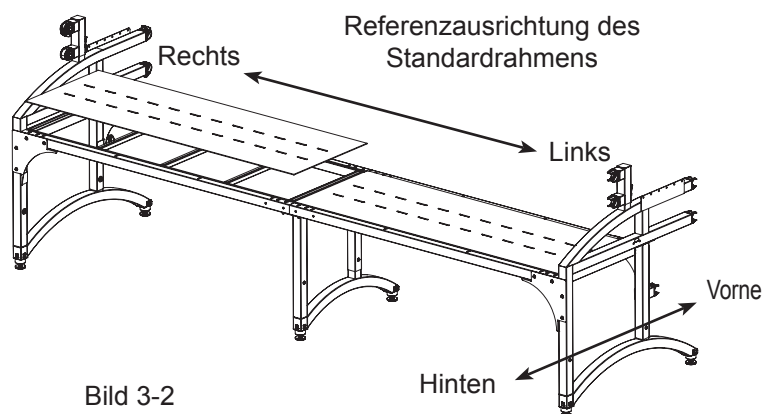

Bild 3-2
**3-2 :** Legen Sie die Tischoberflächenpanel auf die Tischkonstruktion. Richten Sie die Tischoberfläche so aus, dass beide Oberflächenseiten gleichmäßig auf der Tischkonstruktion liegen. Siehe Bild 3-2.